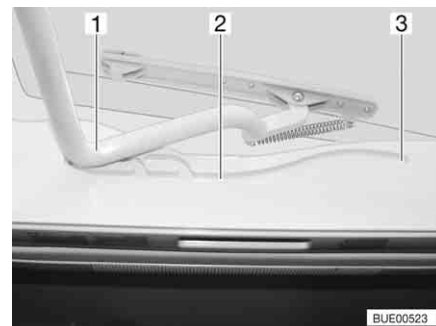

Fig. 64 Claraboya Heki, guía
- Tirar el estribo (Fig. 64,1) en las guías (Fig. 64,2) hasta la posición trasera final (Fig. 64,3).
- Empujar el estribo (Fig. 64,1) ligeramente hacia arriba con ambas manos.
- Tirar el estribo en las guías (Fig. 64,2) hasta la posición deseada.